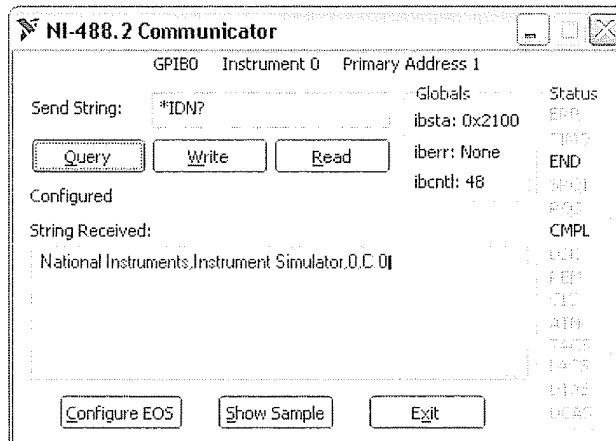

Figura 9-10. Comunicación con el instrumento GPIB
- Escriba `*IDN?` en **Send String** y haga clic en el botón **Query**. El instrumento muestra su marca y número de modelo en **String Received** como se ve en la figura 9-10. Puede usar esta ventana para depurar problemas de instrumentos o para comprobar que los comandos concretos funcionan como se describe en la documentación del instrumento.